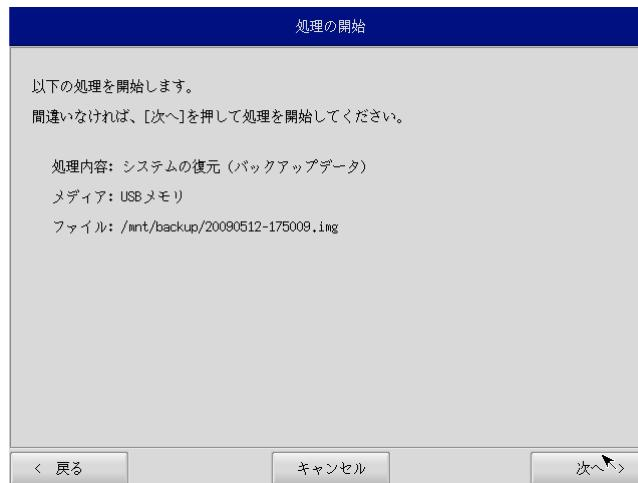

図6-4-4. 確認画面
- ⑨ 確認画面（図6-4-4）が表示されます。メディア、パーティション、バックアップファイルを確認します。[次へ]ボタンを押します。